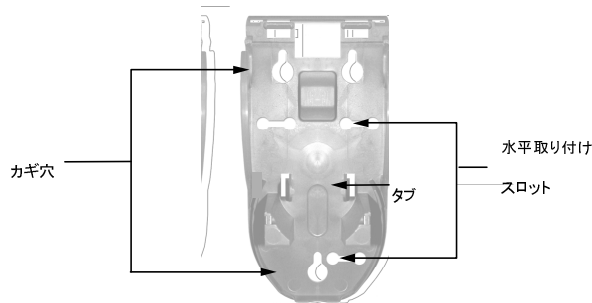

図 2. 後部プレートからベンチュリを外す
- ベンチュリタブを押しながらかつまみ、プロポーショナを後部プレートから外して持ち上げます(図 2 参照)。
- ベンチュリタブをつまみ、ベンチュリを後部プレートから外します(図 2 参照)。